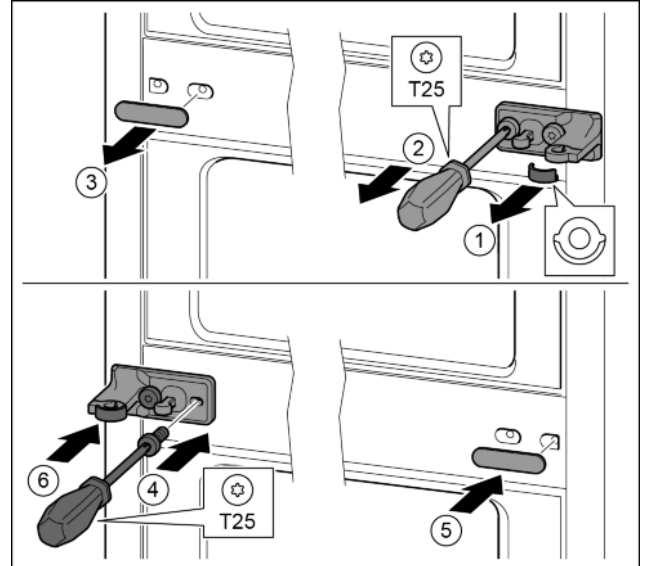

Fig. 32
- ▶ Зніміть перстину. Fig. 32 (1)
- ▶ Викрутіть гвинти за допомогою викрутки T25. Fig. 32 (2)
- ▶ Обережно зніміть кришку. Fig. 32 (3)
- ▶ Опорний кронштейн із плівкою, повернутий на 180°, закріпіть гвинтами з іншого боку. Fig. 32 (4)
- ▶ Почепіть кришку, що повернута на 180°, з іншого боку праворуч. Fig. 32 (5)
- ▶ Встановіть шайбу спереду. Fig. 32 (6)